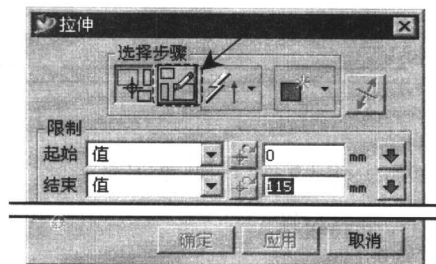
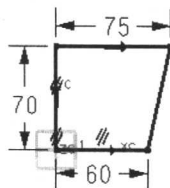

图 1.3 “拉伸”对话框 (一)
图 1.4 剖面草图
(1) 选择命令。选择下拉菜单 **插入(I)** → **设计特征(F)** → **拉伸(E)** 命令 (或单击 按钮), 弹出图 1.3 所示的“拉伸”对话框 (一)。
(2) 定义拉伸剖面。
① 单击“拉伸”对话框 (一) 中的“草图剖面” 按钮, 系统进入草绘环境。
② 定义草绘平面。单击“草图生成器”工具条中的 按钮, 选取 YC-ZC 平面为草绘平面, 单击 按钮。
③ 绘制剖面。选择“轮廓线” 按钮, 绘制图 1.4 所示的剖面草图。